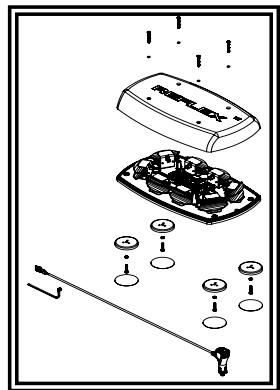

**Figura 4**
- Coloque la abrazadera plástica de 2,5 cm (1 pulg.) desde la base de los conectores según se muestra en la figura 4. La abrazadera plástica no debe deslizarse sobre el cable.